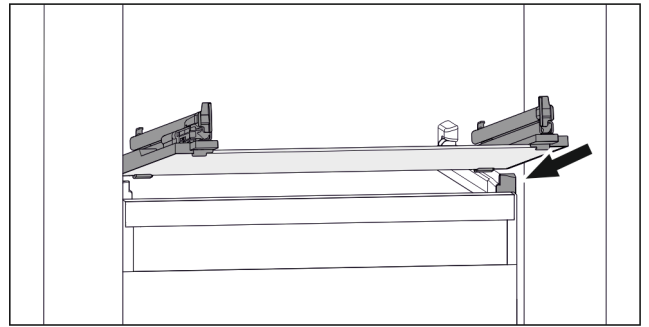

Fig. 53 Ilustración ejemplar de la placa de cristal
- ▶ Encaje la placa de cristal en posición inclinada por detrás de los topes. (consulte Fig. 53)